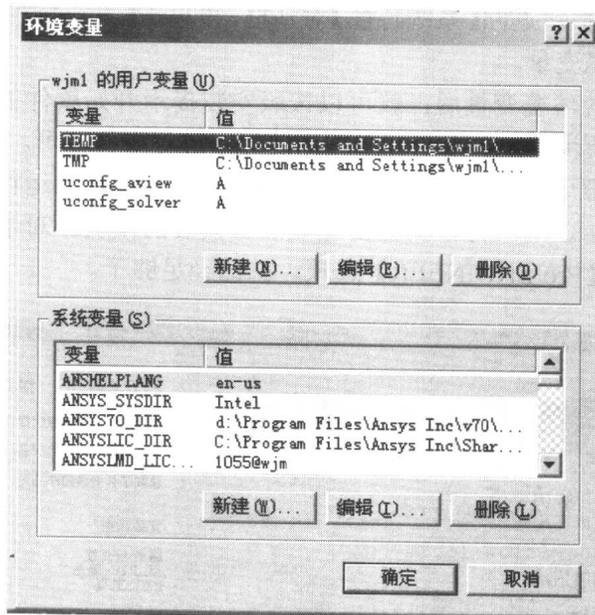

图 1-2 【环境变量】对话框
(2) 在【环境变量】分组框中单击 **环境变量 (E)...** 按钮, 打开如图 1-2 所示的【环境变量】对话框。